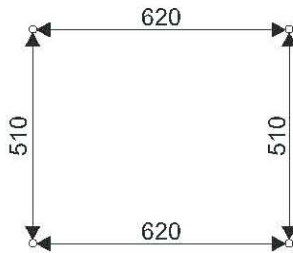

Abb.5
1. Wählen Sie einen Aufstellungsort, der für Wartungszwecke leicht zugänglich ist und über eine gute Luftzirkulation verfügt (s. Abb. 5).
6. Die max. Leitungslänge finden Sie in Abb. 5.